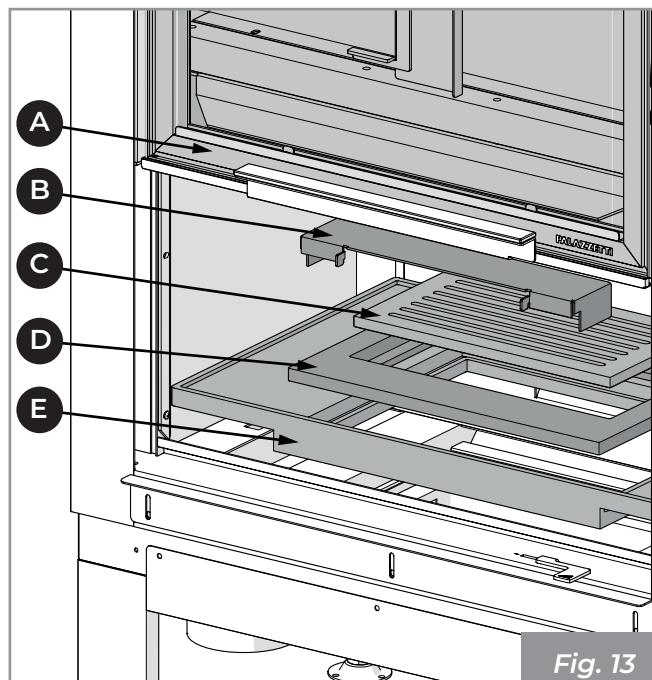

Fig. 13
- 1) Abrir la puerta (A) empujándola hacia arriba.
- 2) Elevar y extraer el deflector de aire comburente (B), la rejilla (C), el soporte de la rejilla (D) y el brasero (E) (Fig. 13).